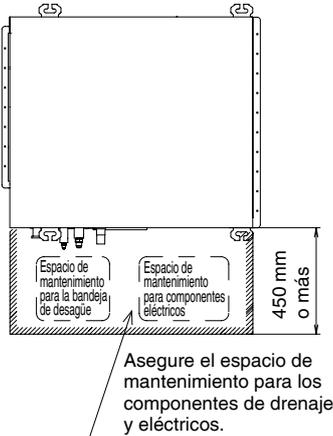
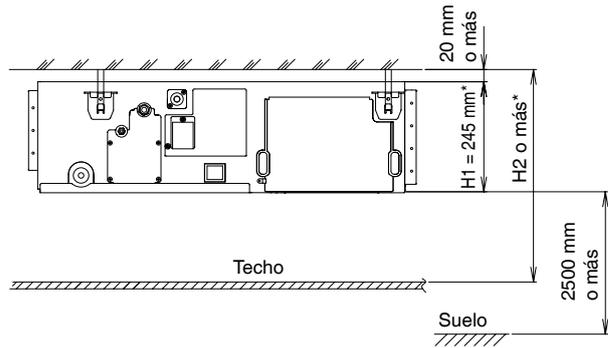

Fig. 1
Fig. 2
(1) Seleccione la ubicación de la instalación que cumpla con las siguientes condiciones y obtenga aprobación del cliente.
- Donde haya suficiente espacio para asegurar la instalación y el servicio. **(Consulte la Fig. 1 y la Fig. 2)**